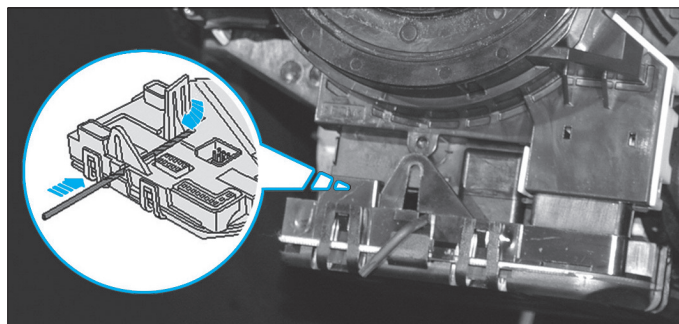

Fig. 24
- Introduire une tige de Ø 2,5 mm sur environ 45 mm pour déverrouiller la partie avant du calculateur de colonne de direction (**Fig.24**).